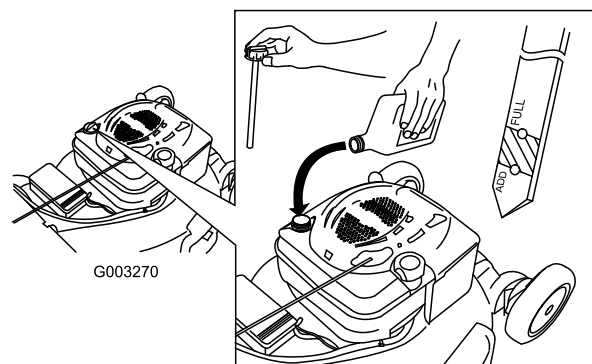

Figura 36
- Vierta **lentamente** aceite en el tubo de llenado hasta que el nivel llegue a la marca Full de la varilla (Figura 36). **No llene demasiado.** (Capacidad máxima: 0,59 l, tipo: SAE 30, aceite detergente con clasificación de servicio API SF, SG, SH, SJ, SL o superior.)